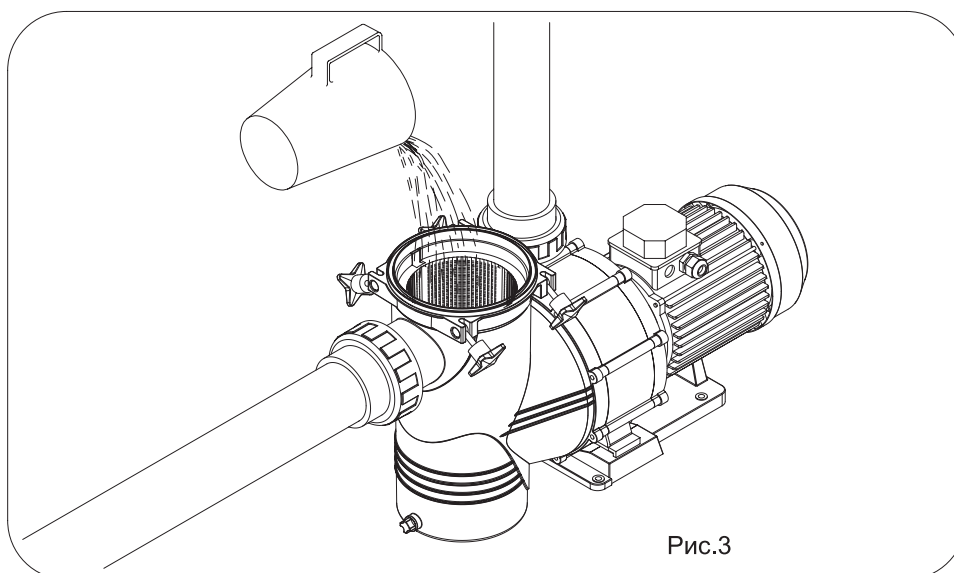

Рис.3
- Для обеспечения исправного функционирования насосов необходимо залить водой предварительный фильтр насоса, чтобы вода просочилась во всасывающую трубу (Рис.3).